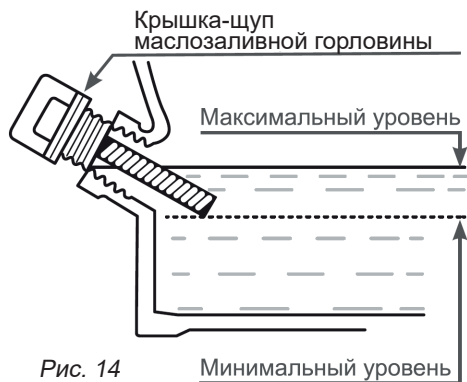

Рис. 14
4. Аккуратно вытащите щуп и осмотрите его. Уровень масла должен соответствовать верхней отметке на щупе. При недостаточном уровне масла в картере необходимо долить чистое масло до верхней отметки на щупе, что соответствует нижней кромке заливного отверстия (рис. 14). После окончательной проверки, плотно закрутите крышку-щуп.
**Максимальный уровень масла в картере соответствует нижней кромке маслозаливной горловины (рис. 14).**